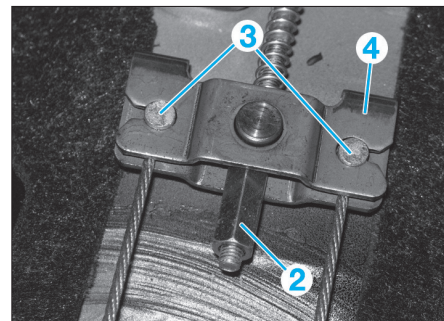

FIG. 8
- Desserrer l'écrou de réglage (2) puis détacher les câbles de commande de frein de stationnement (3) du palonnier (4) (Fig.8).